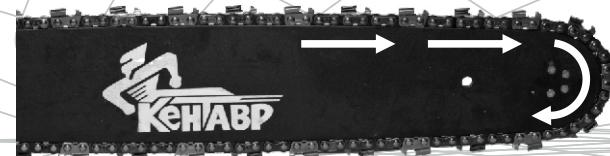

Рис. 5
6. Введите цепь в зацепление с ведомой звездочкой, расположенной на носке шины. Обратите внимание на правильное направление движения цепи (см. рис. 5).